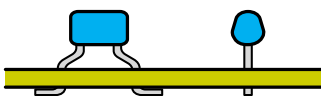

図5 積層セラミックコンデンサの取付け方
- ② 積層セラミックコンデンサ (C1, C2, C6) は、図5に示すように絶縁チューブをかぶせず、リードの曲がりまでプリント基板に差し込み取り付ける。